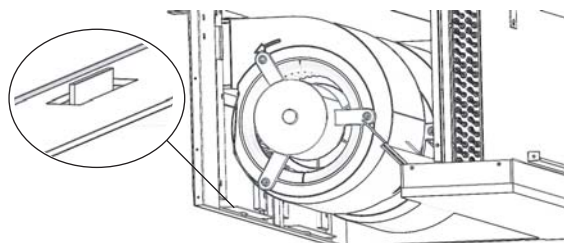
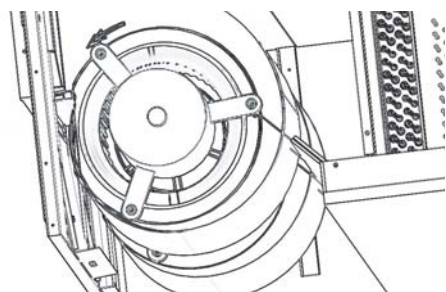

Рис.10.4
Рис.10.5
- 5) Придерживая узел двигателя вентилятора за нижнюю часть, приподнимите его вверх. Данную операцию необходимо выполнять вдвоем. Когда отверстие на **clapboard** вентилятора окажется выше защелки (шплинта) на передней панели кондиционера (Рис. 10.4), сдвиньте узел двигателя вентилятора назад приблизительно на 21 мм (Рис. 10.5) для снятия отверстия с защелки (шплинта). Удерживая узел, медленно двигайте его вдоль направляющих (Рис 10.6), после чего узел можно будет снять для проведения обслуживания и ремонта.